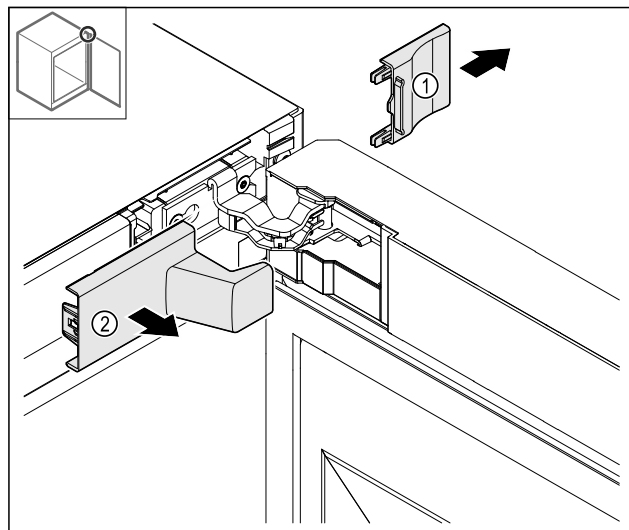

Fig. 13
- ▶ Demontirajte poklopac Fig. 13 (1), a zatim Fig. 13 (2).